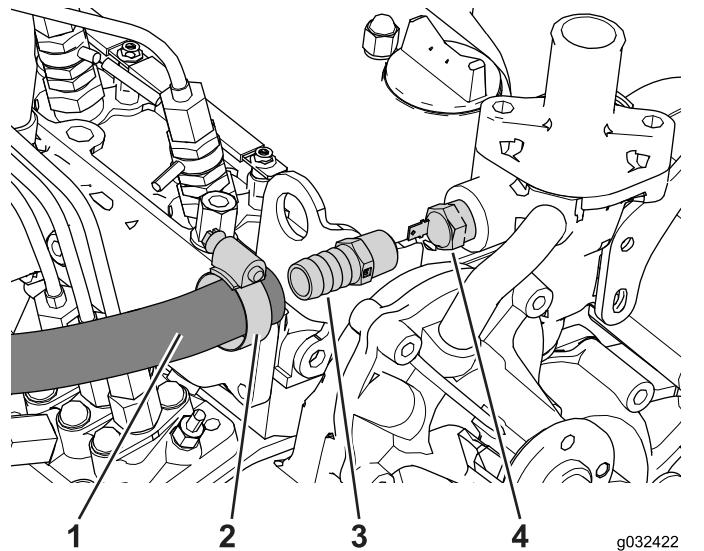

Figure 20
6. Glissez le collier au bout du flexible (Figure 20).
7. Branchez le flexible au raccord droit et fixez-le avec le collier (1/2 à 1 1/4 po), comme montré à la Figure 20.
2. Localisez, débranchez et déposez la sonde de température (Figure 20).